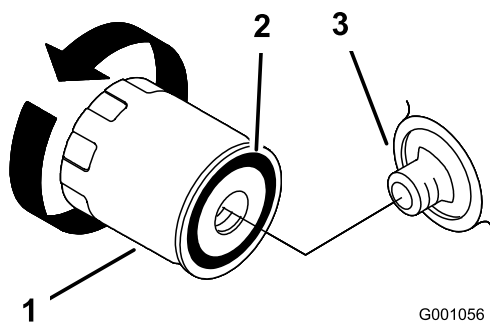

Рисунок 18
2. Снимите старый фильтр и протрите поверхность прокладки переходника фильтра (Рисунок 18).
3. Нанесите тонкий слой свежего масла на резиновую прокладку нового фильтра (Рисунок 18).
4. Установите сменный масляный фильтр на переходник фильтра, поверните масляный фильтр по часовой стрелке, пока резиновая прокладка не войдет в контакт с переходником фильтра, после этого затяните фильтр, повернув его еще 2/3 – 1 оборот (Рисунок 18).